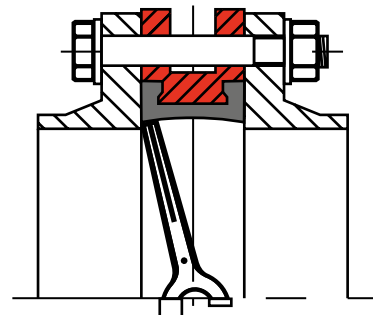

Рис. 1 (неправильно)
- Использование фланцев с внутренним диаметром меньше номинального диаметра заслонки может привести к блокировке диска, что в свою очередь вызовет серьезное повреждение диска поворотного затвора (Рис. 1).